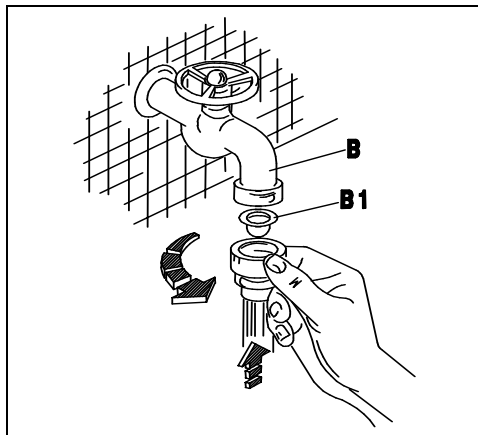
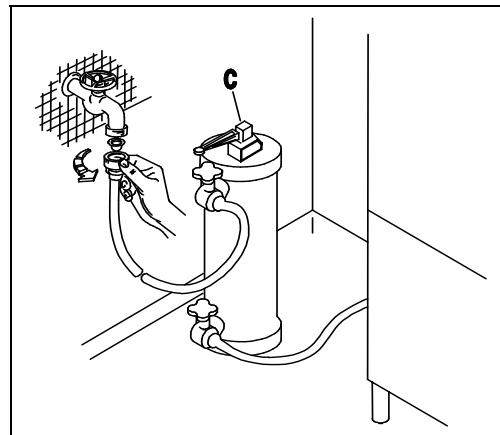
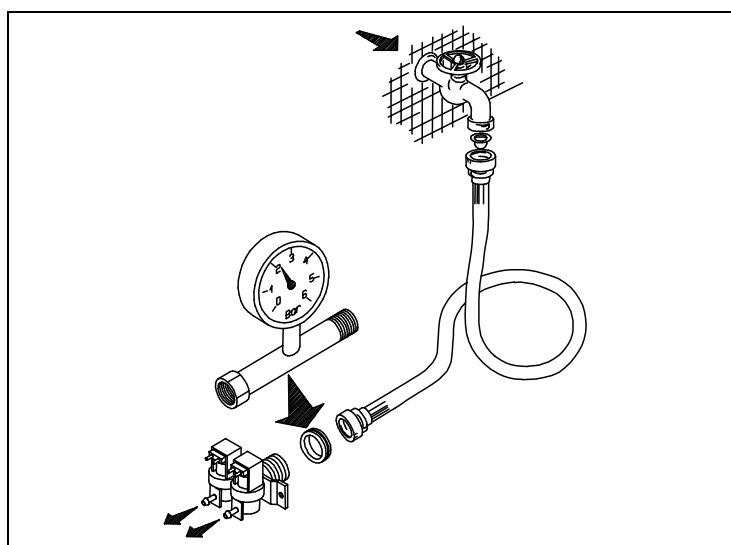
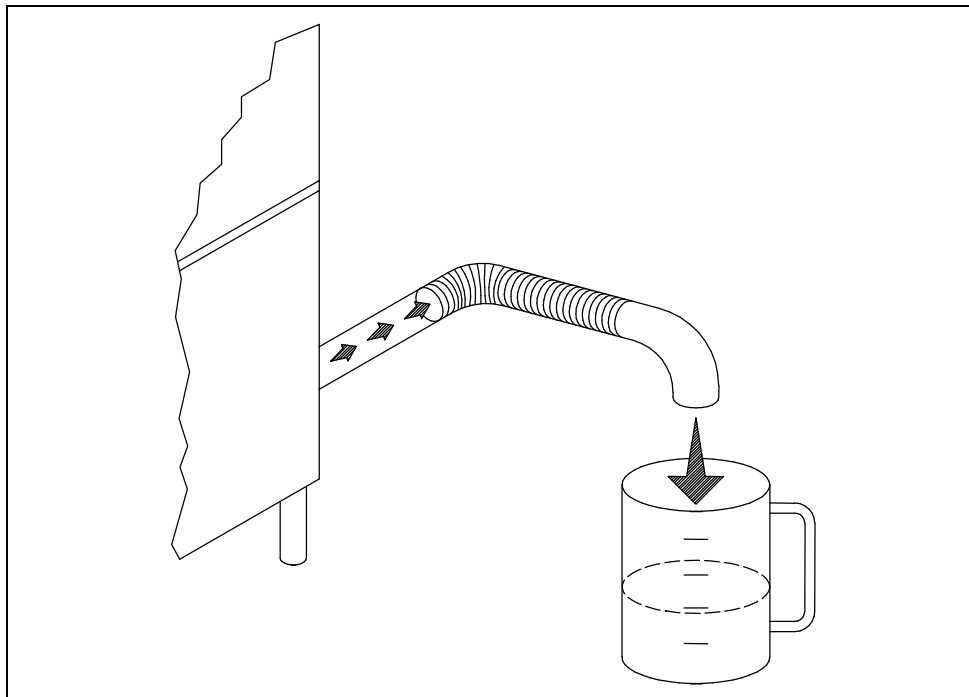

Fig. 2-2
Fig. 2-3
Fig. 2-4
Fig. 2-5
- L'apparecchio è previsto per l'allacciamento all'acqua fredda o calda (max 50 ÷ 55 °C), con una pressione a valvola aperta come indicato nella Tab. 2-1. In caso di pressione superiore alla massima consigliata, bisogna installare un riduttore di pressione. In caso di pressione inferiore alla minima consigliata, bisogna installare una pompa di aumento pressione di max 0.5 Hp, con una portata di 20 L/min ed una prevalenza di 15÷20 mt.. Il controllo della pressione deve essere effettuato all'ingresso dell'elettrovalvola (ved. fig.2-4). La condotta dell'acqua deve avere un diametro interno di almeno 16/18 mm (ved.fig.2-5). Collegare il tubo di carico acqua dell'apparecchio ad un rubinetto d'intercettazione (B),posto preferibilmente nelle immediate vicinanze dell'apparecchio, interponendo l'apposito filtro in dotazione (B1) (ved. fig.2-2). Si consiglia l'installazione di un decalcificatore (C) (non in dotazione), montato a monte dell' elettrovalvola della macchina (ved. fig.2-3).
- The appliance is designed for connection to the cold or hot water supply (max. 50-55°C) at a mains pressure with the valve open as shown in Table 2-1 and a minimum output of 10 litres/min. If pressure exceeds the maximum, fit a pressure reducer. If pressure is lower than the minimum, fit a pressure booster pump of max. 0.5 HP, with an output of 20 litres/min. and a head of 15÷20 metres. Pressure must be measured at the solenoid valve inlet (see fig. 2-4). The water pipes must have an internal diameter of at least 16/18 mm (see fig. 2-5). Connect the appliance water supply pipe to a cut-out tap (B), preferably placed close to the appliance, fitting the special filter provided (B1) (see fig. 2-2). We recommend fitting a water softener (C) (not provided) upstream from the machine solenoid valve (see fig. 2-3).
- Das Gerät ist für den Anschluss an Warm-und Kaltwasser (max. 50-55°C) vorgesehen, wobei der Druck bei offenem Ventil dem in Tab. 2-1. Bei höherem Druck als dem empfohlenen einen Druckminderer installieren. Bei niedrigeren Druck als empfohlen eine Druckerhöhungspumpe mit max. 0,5 PS , einer Förderleistung von 20l/min und einer Förderhöhe von 15-20m installieren. Die Druckkontrolle muss am Eingang des Elektroventils erfolgen (siehe Bild 2-4). Die Wasserleitung muss einen Innendurchmesser von mindestens 16/18 mm aufweisen (siehe Bild 2-5). Den Zulaufschlauch des Gerätes an einen möglichst nahegelegenen Wasserhahn (B) anschliessen und den vorgesehenen Filter (B1) anbringen (siehe Bild 2-2). Der Einbau eines Etkalkers (C) wird empfohlen; dieser gehört nicht zur Ausstattung und muss vor dem Elektroventil der Maschine eingebaut werden. (siehe Bild 2-3).
- L'appareil peut être raccordé à l'eau froide ou chaude (50:55°C max) à une pression, soupape ouverte, comme indiqué dans le tableau 2-1. Si la pression dépasse la pression maximum conseillée, il faut installer un réducteur de pression. Si la pression est inférieure à la pression minimum conseillée, il faut installer une pompe pour faire augmenter la pression de 0,5 Hp max., à un débit de 20 litres /min et à une hauteur d'élévation de 15-20 m. Le contrôle de la pression sera effectué à l'entrée de l'électrovanne (voir fig. 2-4). Les conduites d'eau auront un diamètre interne d'au moins 16/18 mm (voir fig. 2-5). Raccorder la conduite d'arrivée de l'eau de l'appareil à un robinet secondaire (B), installé si possible tout près de l'appareil, après avoir intercalé le filtre spécial fourni (B1) (voir fig. 2-2). Nous conseillons d'installer un adoucisseur (C) (non fourni) qui sera monté en amont de l'électrovanne de la machine (voir fig. 2-3).
- Este aparato se puede alimentar con agua caliente o fría (máx. 50 ÷ 55°C); la presión del agua con válvula abierta está indicada en la tabla 2-1. En caso de que la presión fuera superior a la máxima que se aconseja, instale un reductor de presión; si fuera demasiado baja, instale una bomba de aumento de presión de 0,5 Hp (máximo), con un caudal de 20 litros por minuto y una altura de elevación de 15 a 20 m. El control de la presión se debe efectuar en la entrada de la electroválvula (véase fig. 2-4). La tubería del agua debe tener un diámetro interior de 16-18 m. por lo menos (véase fig. 2-5). Conecte el tubo de alimentación del agua del aparato a un grifo de paso (B), que irá montado preferentemente muy cerca del aparato, tras interponer el filtro (B1) del equipamiento base (véase fig. 2-2). Es aconsejable instalar un descalcificador (C) (que no forma parte del equipamiento base). El descalcificador irá montado antes de la electroválvula de la máquina (véase fig. 2-3).